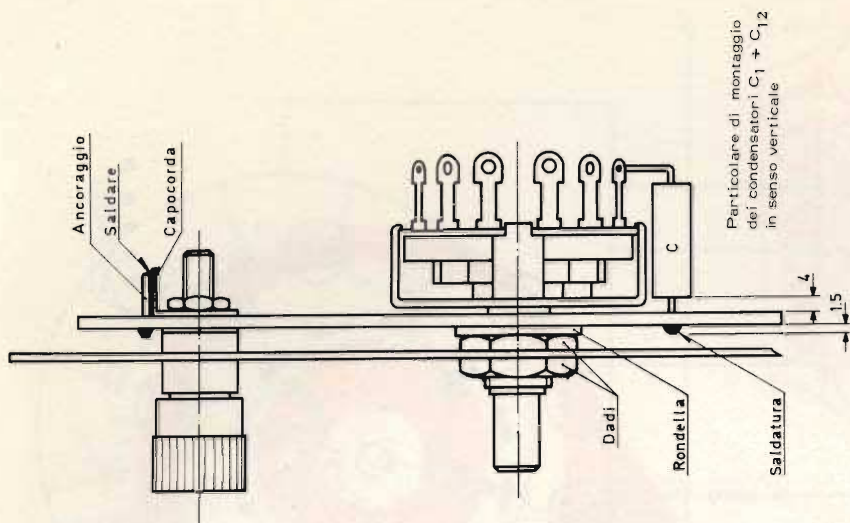

Fig. 3 - Asieme di montaggio dei componenti.
Montaggio dei componenti sul circuito stampato -fig. 3-
Montaggio del circuito stampato al pannello frontale (Fig. 3)
- Montare i morsetti serrafilo J1-J2 mettendo in corrispondenza, fra il foro del pannello e quello del circuito stampato, l'anello isolante del morsetto e la rondella metallica in modo che questa aderisca alla parte ramata. Introdurre il morsetto dalla parte del pannello in modo che la vite sporga dal lato della bachelite. Montare il capocorda ed avvitare il dado fino al bloccaggio, quindi piegare la paglietta, saldarla all'ancoraggio corrispondente (vedi particolare in fig. 3).